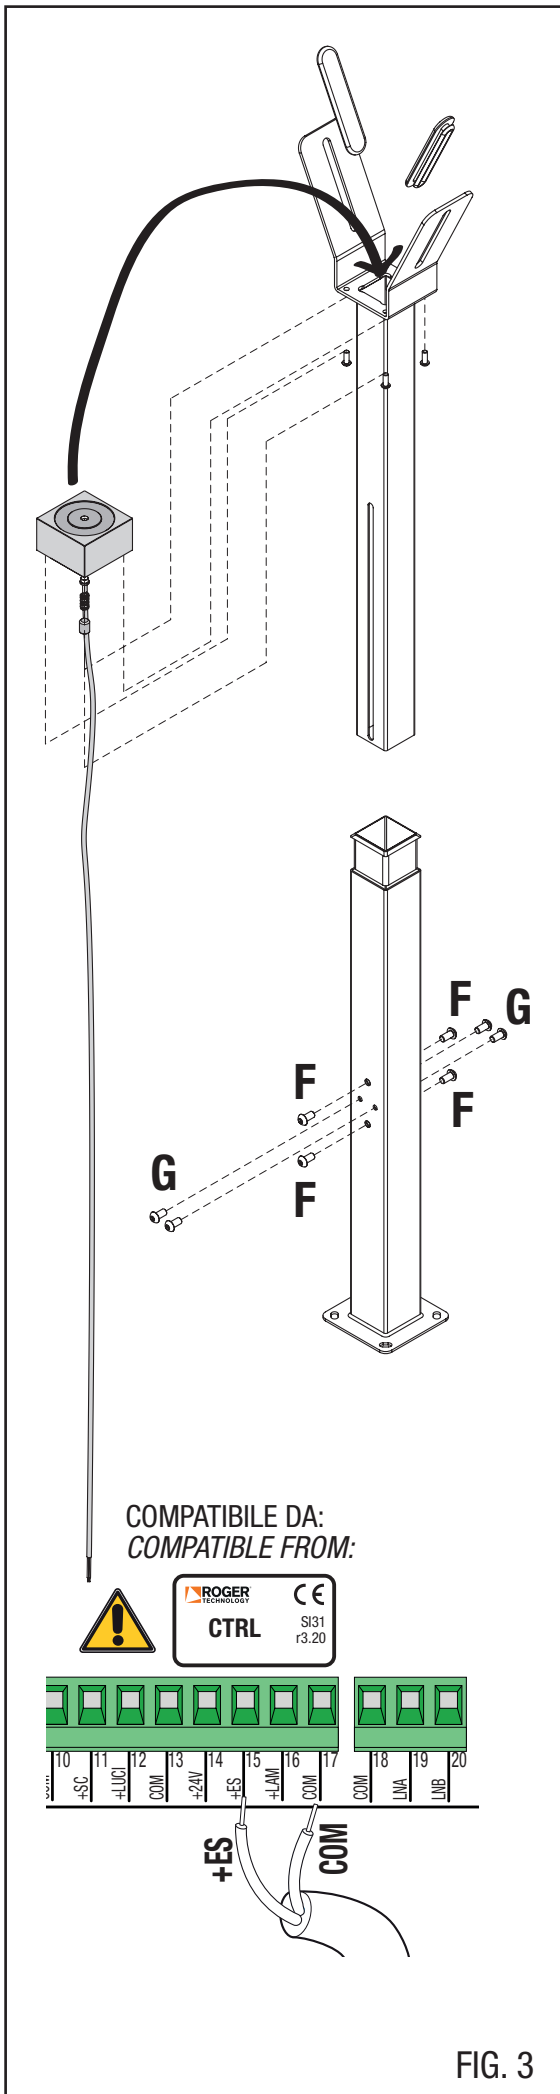

FIG. 3
10. Forare e filettare con maschio M8. Fig. 3
14. Collegare l'alimentazione della ventosa magnetica ai morsetti **COM** e **+ES** della centrale di comando (fig. 3). **Compatibile con la revisione r3.20 / produzione SI31 e successiva.**
10. Bore and thread with a male M8 (fig.3).
14. Connect the magnetic suction cup to terminals COM and +ES of the control unit (fig.3). **Compatible with upgrade r3.20 / production batch SI31 and following.**
10. Mit einem Gewindebohrer M8 Löcher bohren. Abb. 3.
14. Die Stromversorgung des magnetischen Saugnapfs an die Klemmen COM und +ES des Steuergeräts anschließen (Abb. 3). **Kompatibel mit Revision r3.20 / Produktionslos SI31 und anschließend.**
10. Percer et fileter au taraud M8. Fig. 3
14. Brancher l'alimentation de la ventouse magnétique aux bornes COM et +ES de la centrale de commande (fig. 3). **Compatible avec révision r3.20 / lot de fabrication SI31 et suivant.**
10. Taladrar y roscar con macho M8. Fig. 3
14. Conectar la alimentación de la ventosa magnética en los terminales COM y +ES de la centralita (fig. 3). **Compatible con revisión r3.20 / lote de producción SI31 y posterior.**
10. Perfure e enrosque com o macho M8. Fig. 3